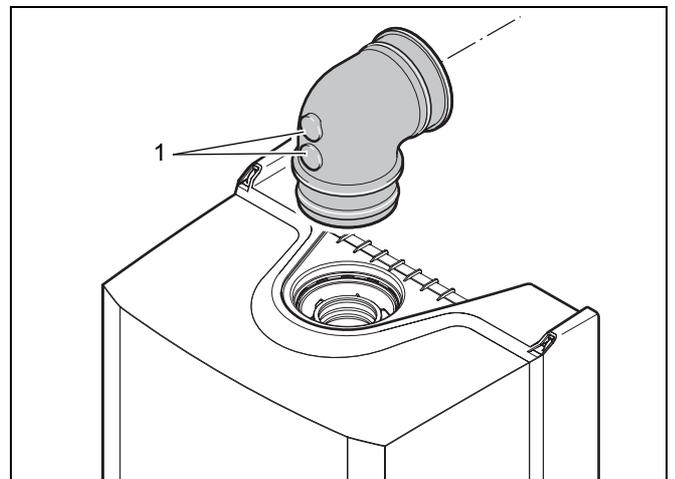

Fig. 16 Punti di rilevamento nella curva dei gas combusti
- Montare la curva dei gas combusti sull'adattatore dei gas combusti (fig. 16).